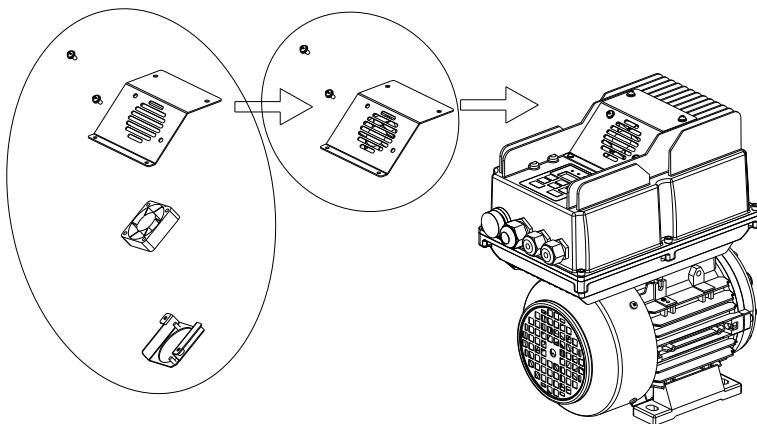

图 8-2 (a) 安装风扇引线图
1. 如图 8-2 (a) (b) 所示把新的风机装在风机固定件里面，再把风机固定件安装的风机安装板上，并打紧螺钉。
2. 如图 8-2(c) 所示把安装好的风机安装板通过螺钉打在上壳上即可，注意打之前先连接风机电源线。